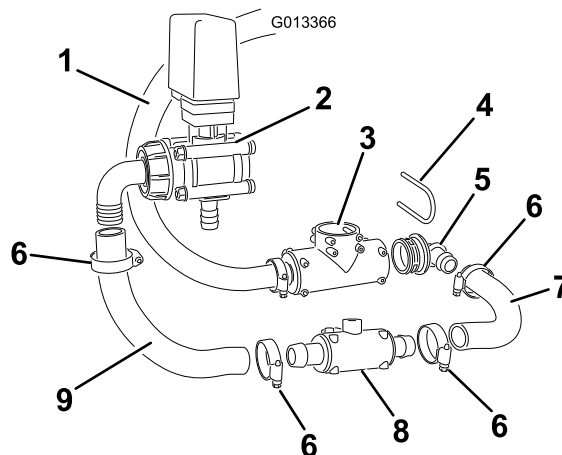

Figura 25
16. Inserite un raccordo a 90° S67 nel foro destro del raccordo a T S67 (in precedenza sede del tubo di alimentazione della barra), come illustrato in Figura 25. Prendete il primo pezzo di flessibile corto tagliato alla lunghezza di 28 cm, e spalmate del sapone liquido sul raccordo e sul flessibile. Inserite a fondo il flessibile sul raccordo. Fissate gli elementi con la fascetta stringitubo.
17. Prendete il secondo pezzo di flessibile corto tagliato alla lunghezza di 28 cm, e spalmate del sapone liquido sul raccordo e sul flessibile (Figura 25). Inseritelo a fondo nella valvola dell'agitatore. Fissate gli elementi con la fascetta stringitubo.
18. Montate delle fascette stringitubo su entrambe le estremità del flessibile più corto montato. Collegate i due flessibili per mezzo del raccordo a T, inserendo l'estremità di ogni flessibile sui raccordi dentellati S53 (Figura 25). Fissate gli elementi con le fascette stringitubo.